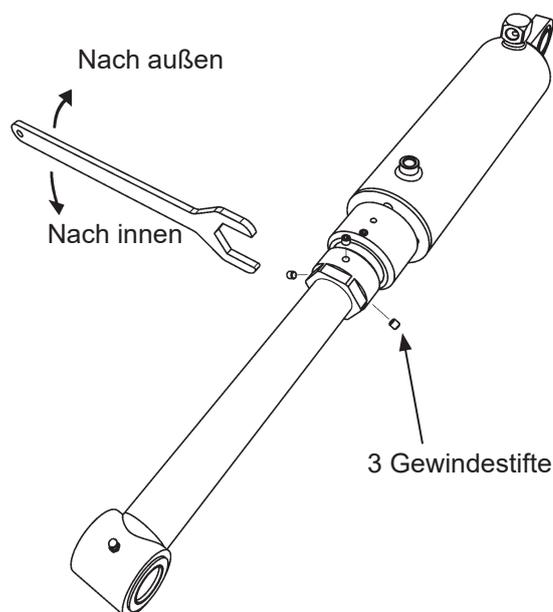

Abb.36. Einstellung des Neigungswinkels
5. Die drei Gewindestifte am zweiten Kippzylinder lösen. Abb.36.
6. Das Einstellgewinde so drehen, dass der Kippzylinder mit der Befestigung an der Ladebordwand übereinstimmt. Siehe Abb.36.